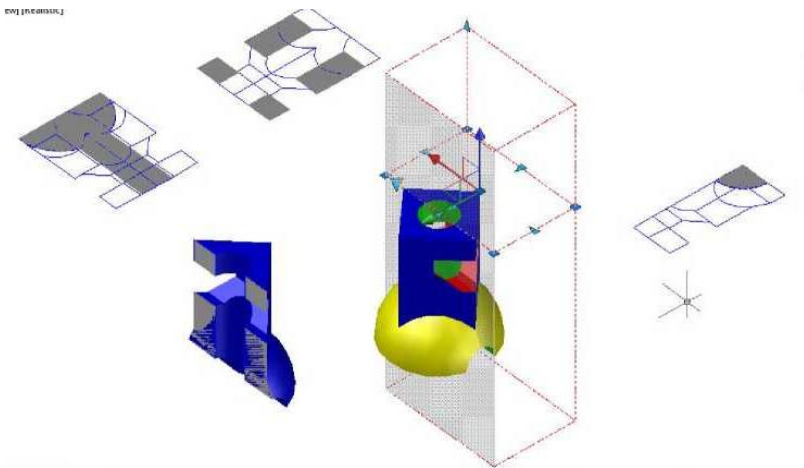

Рис. 48 – Создание 2D и 3D сечений комбинированного тела в режиме «Объем-сечение»
- Generate 2D/3D section (Создание 2D/3D сечения). Создает на поле чертежа в соответствии с объектом-сечением варианты плоского или трехмерного сечения модели в виде блоков, а также вызывает диалоговое окно для их размещения на чертеже (рисунок 48).